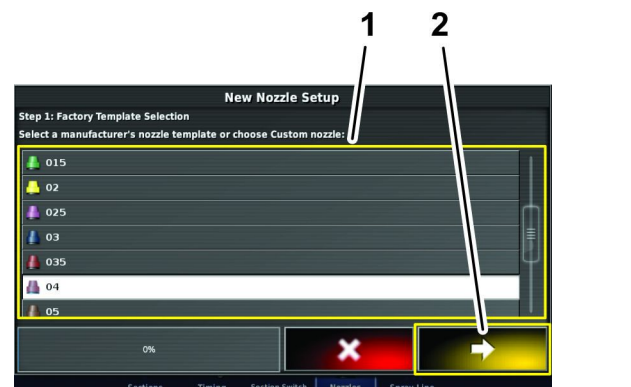

Figura 77
- 5. No passo 1 do ecrã de Configuração do novo bico, pressione o ícone de Novo bico com base na taxa de fluxo ou cor indicada na seleção do modelo de fábrica (Figura 77).